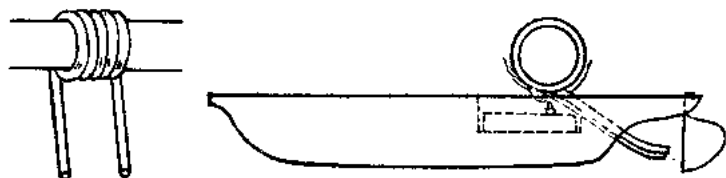

图 7
i. 简易热机：在铜管里面灌满黄沙，两端塞牢（以防铜管弯瘪），另用直径 20~25 毫米圆木棒一根，把铜管在木棒上弯成螺线管状约 4~5 圈，操作时要耐心慢慢地弯，必要时可用木棒轻敲。最后，两头可留出 50~60 毫米长直管（图 7）。然后将沙倒空，用水冲洗干净，将留出部分的铜管插入船体后部油箱舱后的左右两孔内（图 7）。